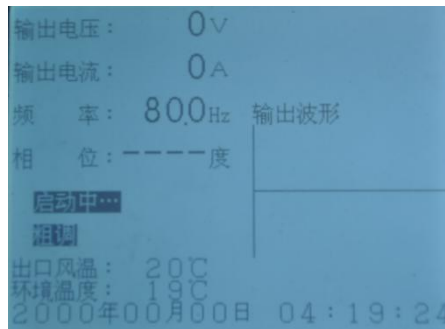

图 21 PY3520 变频电源装置启动时屏
7.3.5 按“启动”按钮，此时变频电源装置启动。在这个过程中依次完成风扇启动、预合闸、合闸。需要大约 5 秒钟，屏幕提示如下图 21 所示，屏幕显示“系统启动中……”，数秒钟后屏幕显示“启动完成”，系统进入待升压状态。